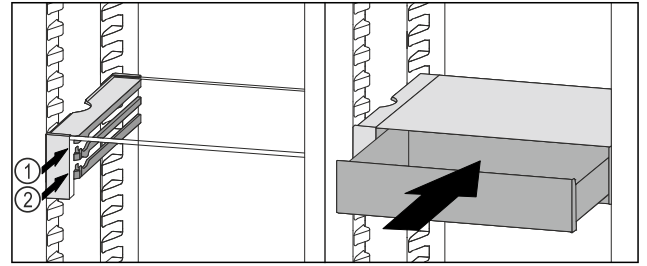

Fig. 63
- ▶ A VarioSafe-fiókot az ütközők mögött helyezze a kívánt bordára a Fig. 63 (1) vagy Fig. 63 (2) szerint.